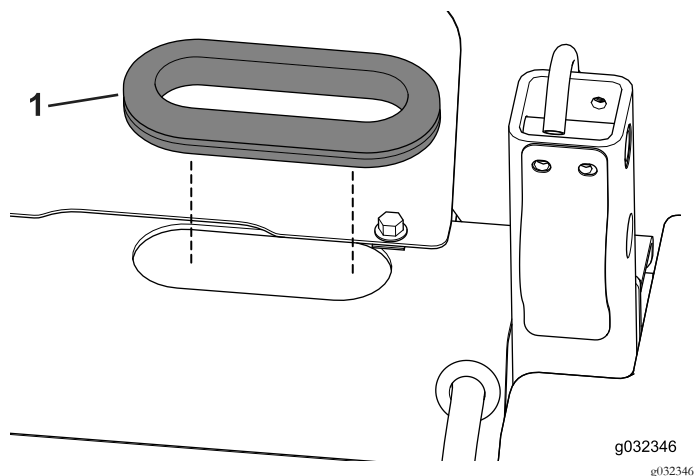

Рисунок 24
- Установите уплотнительную втулку в отверстие (Рисунок 24).